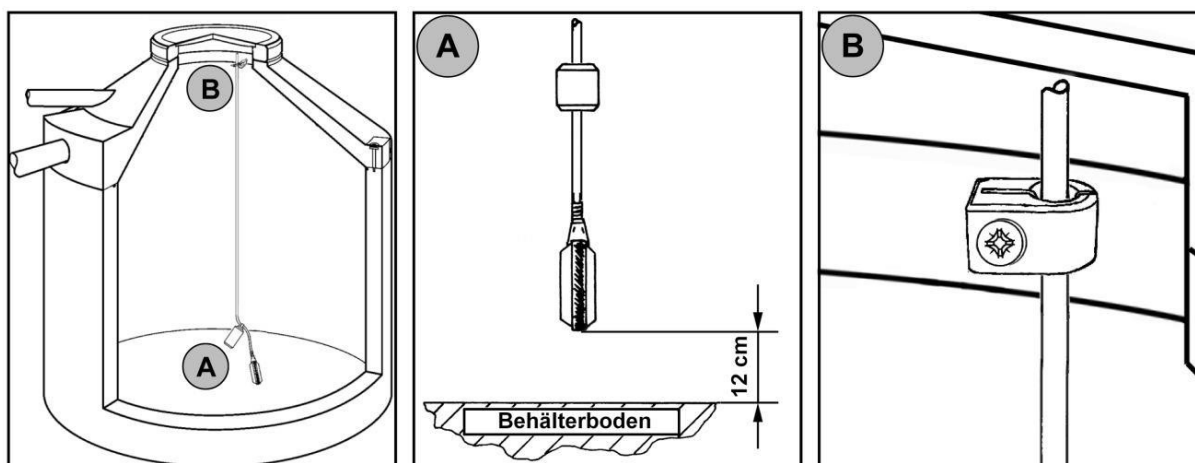

Figure 14 : Installer un interrupteur à flotteur
- Tirer l'interrupteur à flotteur vers le haut jusqu'à ce que la distance entre le flotteur et le fond du réservoir soit de 12 cm, voir figure 14.